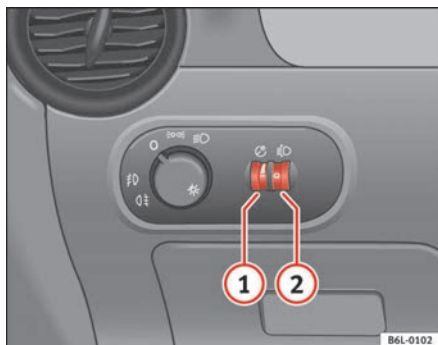

Abb. 58 Ausschnitt aus der Instrumententafel: Regler für die Instrumenten-/Schalterbeleuchtung und Leuchtweitenregulierung
Bei eingeschaltetem Licht lässt sich die Helligkeit der Instrumenten- und Schalterbeleuchtung durch Drehen des Rändelrades ⇒ Abb. 58 ① stufenlos regulieren.